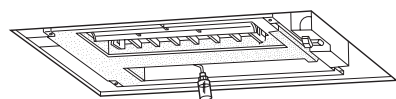

Fig. 5-6
5.3. Comprobación del drenaje (Fig. 5-6)